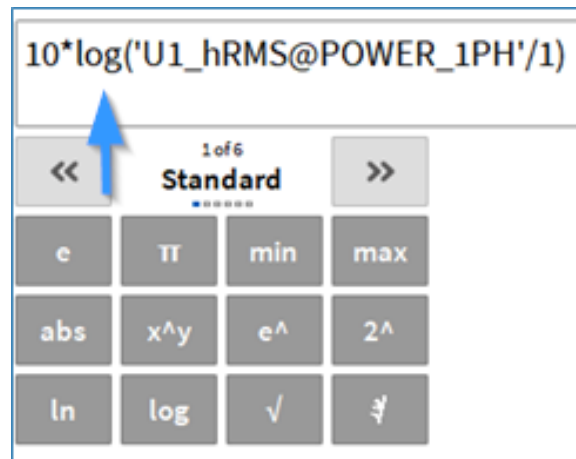

Abb. 7.74: Standardoperatoren in Kombination mit Array-Kanälen
- Standardoperatoren (siehe Abb. 7.74)